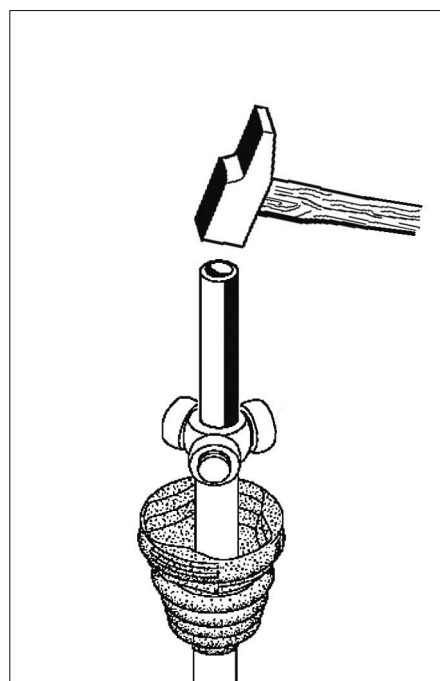

FIG. 11
- À l'aide d'un marteau et d'un jet approprié, emmancher le tripode sur l'arbre, en respectant le repère fait à la dépose (Fig.11).